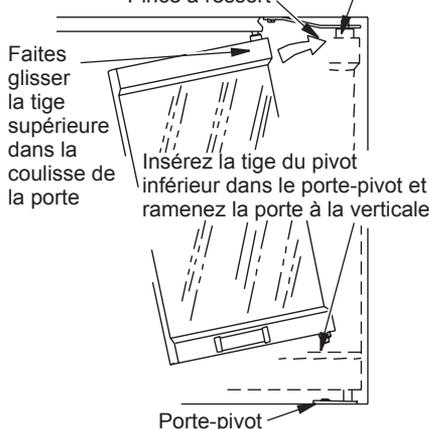

Figure 35 - Installation d'une porte vitrée en option
2. Alors que la poignée fait face au centre de l'ouverture de la chambre de combustion, insérez la tige du pivot du panneau de la porte vitrée dans le trou de la plaque de pivot sur le bord inférieur de l'ouverture de foyer (voir figure 35).
4. Inclinez l'assemblage vitré complètement à la verticale jusqu'à ce que la tige du pivot extérieur s'enclenche dans le trou de la pince à ressort supérieure (voir figure 35).